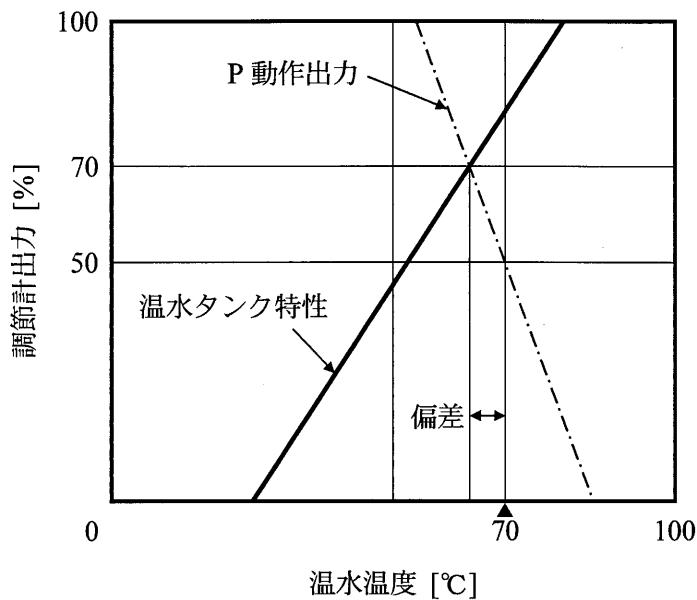

図 2 偏差の説明図
- ある運転条件のとき、図 2 に示すように、温度調節計の出力が 70% でバランスしたとする。ここで、「出力 = 比例ゲイン × 偏差 + バイアス」の関係があるので、そのときの定常偏差は A a.b [℃] 生じることになる。